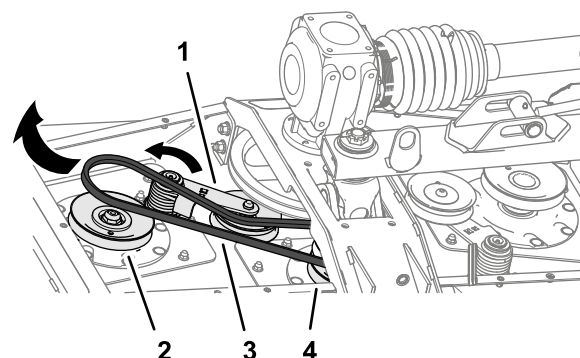

Figure 66
3. Au moyen d'une barre de levier ou d'un outil similaire, faites tourner le tendeur de la petite courroie dans le sens antihoraire et déchaussez la courroie de la poulie de tendeur (Figure 66).